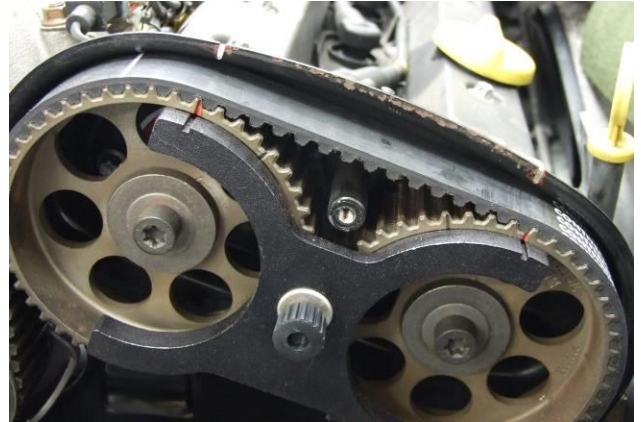

Figure 17
- Contrôler la position des AAC 3 et 4 en utilisant le gabarit de contrôle KM 800-20, Figure 17.
- Si les repères ne sont toujours pas alignés, procéder à un nouvel ajustement jusqu'à ce qu'ils soient parfaitement alignés comme sur la Figure 17.